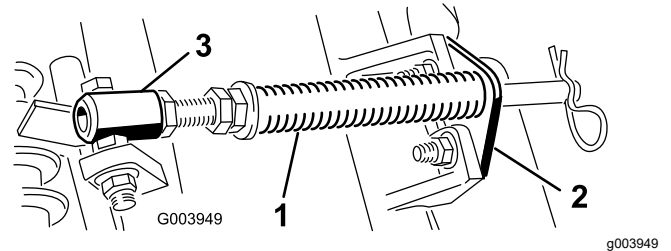

Figure 4
- A. Retirez les 2 boulons de carrosserie et les écrous qui fixent le support de tige aux pattes de l'unité de coupe (Figure 4).
- B. Retirez l'écrou à embase qui fixe le boulon du tube de ressort à la patte du bâti porteur (Figure 4) et déposez l'ensemble.
**Remarque:** Placez la tête du boulon sur le côté extérieur de la patte, comme montré à la Figure 4.